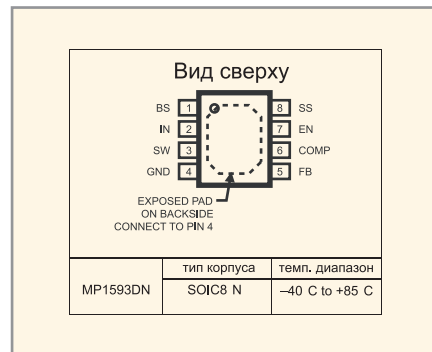

Рис. 7. Корпус и цоколёвка MP1593
- миниатюрный корпус – 8-pin SOIC (SOIC8N) (см. рис. 7);